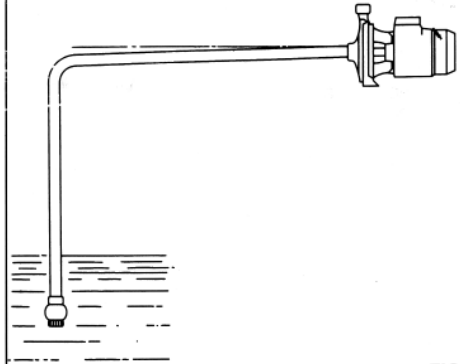
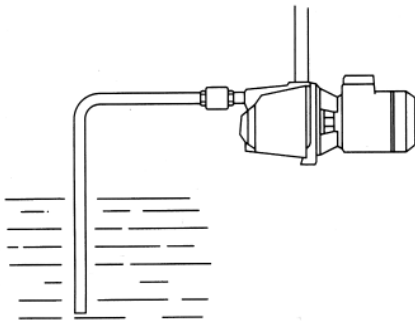

FIG. 2
FIG. 3
- 3) I diametri delle tubazioni devono essere uguali o superiori alle rispettive bocche in modo che la velocità dell'acqua, specialmente in aspirazione, non superi i 1,5–2m/sec. Qualora l'altezza d'aspirazione superi i 4 m o con lunghi percorsi in orizzontale è necessario che il diametro della tubazione aspirante sia superiore a quella della bocca della pompa. Tale tubazione va montata in leggera salita verso la bocca aspirante, onde evitare che bolle d'aria possano disinnescare la pompa.(fig 2).
- 4) Con le pompe centrifughe è indispensabile installare una valvola di fondo in aspirazione (fig 2); con le pompe jet è consigliabile comunque installare in aspirazione la valvola di ritegno, il montaggio della quale può essere fatto direttamente nella bocca aspirante, al posto della valvola di fondo (fig 3).
- 3) The diameters of pipeworks must be the same or larger than the respective pump connections, so that the water speed does not exceed 1.5-2.0 metre/sec. In case of suction depths over 4 meters or with long horizontal pipe runs ,suction pipe must be larger than the pumps suction connection. The suction pipe should have a slight positive slope towards the pump to avoid air-pocket (fig 2).
- 4) Suction pipe of centrifugal pumps must have a foot valve. With self-priming jet pump a check valve may be fitted directly on the suction connection instead of a foot valve (fig 3).
- 3) Les tuyaux doivent avoir un diamètre égal ou supérieur aux orifices de la pompe, de façon que la vitesse de l'eau surtout dans la tuyauterie d'aspiration ne dépasse pas 1,5-2 m/sec. Avec une hauteur d'aspiration supérieure à 4 mt, ou sur un long parcours horizontale le diamètre d'aspiration doit être supérieur à celui du refoulement de la pompe. Cette tuyauterie doit avoir une pente ascendante de façon que les poches d'air n'empêchent pas l'amorçage de la pompe (fig.2).